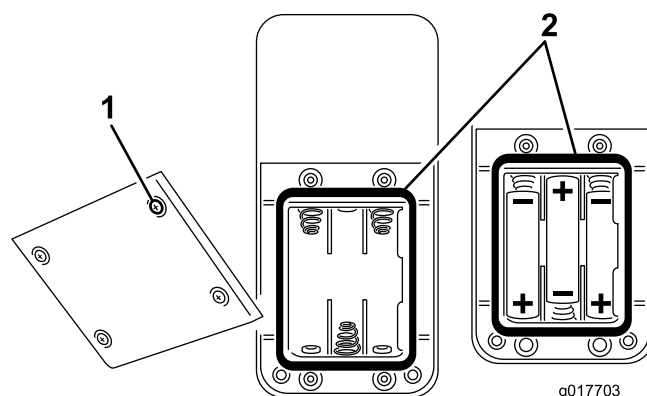

Figura 14
2. Para instalar pilas en un compartimiento vacío, instale tres pilas nuevas tamaño AAA. Asegúrese de que orientar las pilas según se indica en Figura 14.
3. Para cambiar pilas gastadas, retire las pilas usadas e instale tres pilas nuevas tamaño AAA. Asegúrese de que orientar las pilas según se indica en Figura 14.